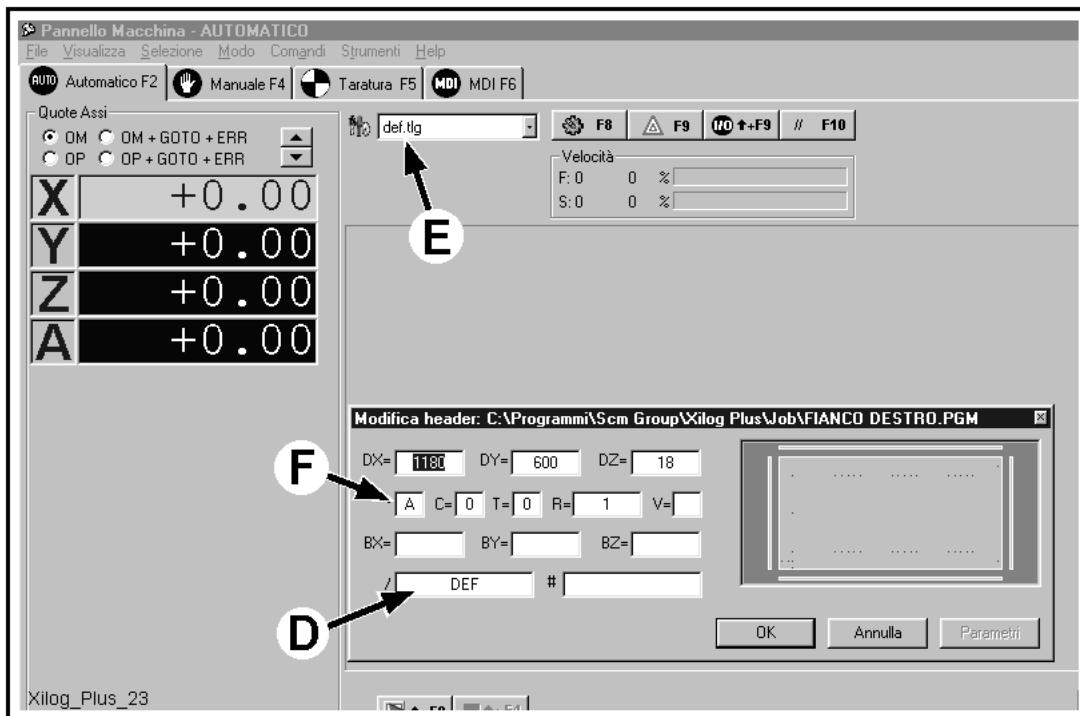

Fig. 6.4.1c
**Controllare che l'attrezzaggio D (Fig. 6.4.1c) richiamato nel programma sia coerente con quello attivo E : in caso contrario rendere attivo l'attrezzaggio richiamato nel programma verificando la congruenza fra gli utensili richiamati nell'attrezzaggio e quelli montati in macchina**